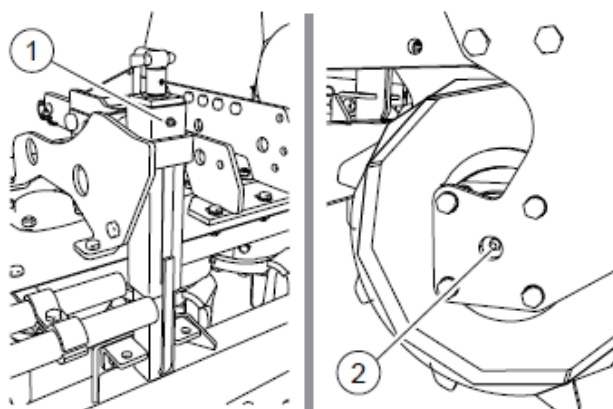

FIG. 30
- Graisseur sur vérins à vis (1, "Fig. 30").
- Graisseur palier rouleur (2).